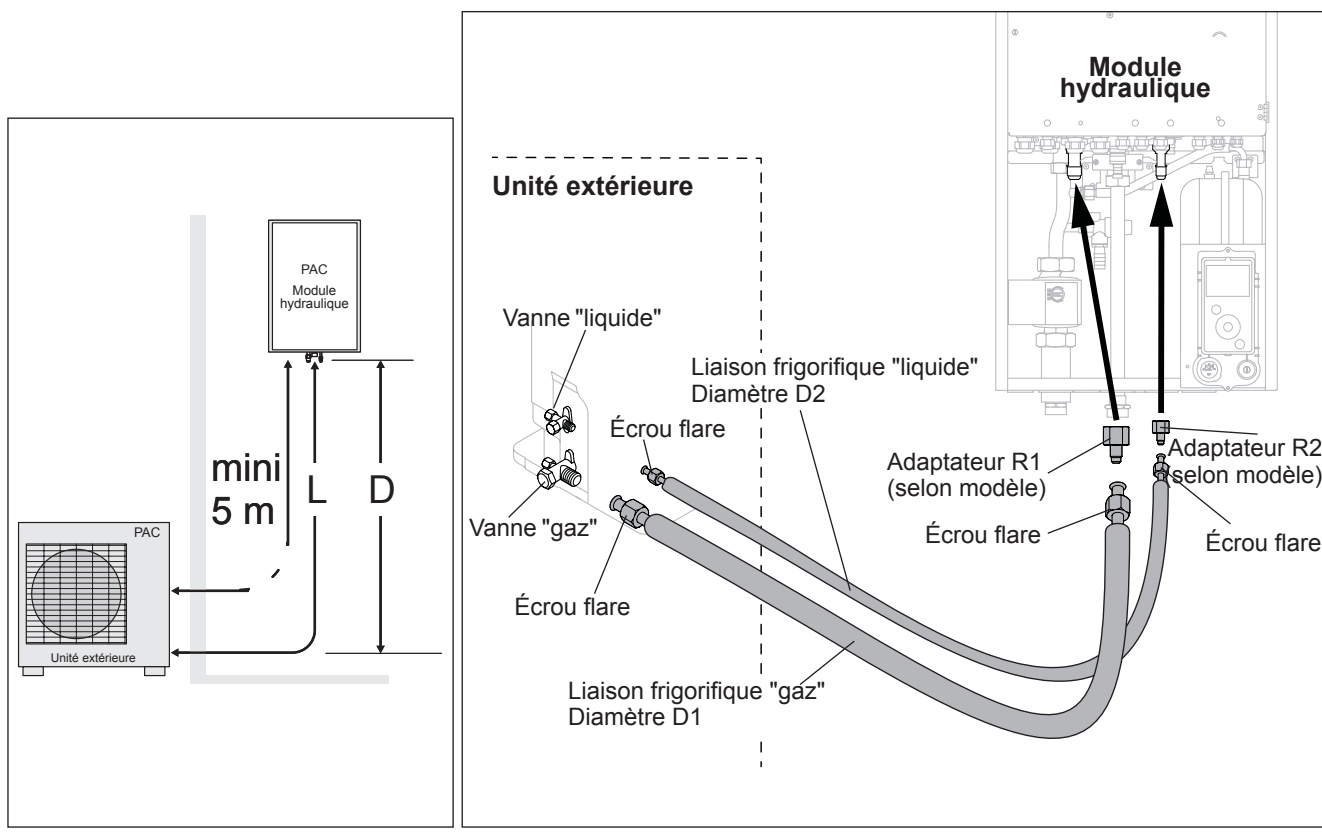

figure 19 - Raccordement des liaisons frigorifiques (diamètres et longueurs permises)
- ③ Raccorder la liaison liquide sur le module hydraulique. Souffler à l'azote l'ensemble **liaison gaz-condenseur-liaison liquide** et observer son extrémité (côté unité extérieure).
- Suivant le cas, raccorder un adaptateur (réduction) 1/4"- 3/8" ou 1/2"- 5/8" (voir figure 19).